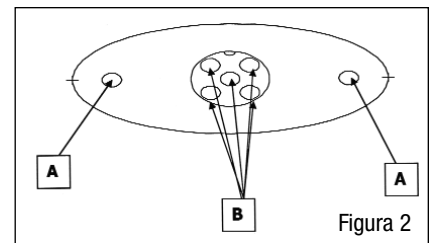

Figura 2
**Nota:** Algunos juegos de depuradores de aire incluyen un adaptador de ventilación del cárter que se instala en la parte inferior del depurador de aire, en la hendidura que se muestra en la Figura 2 (Adaptador de ventilación del cárter, parte No. 1205). Otros juegos podrían no ser compatibles.
1. Si desea usar la conexión de manguera para ventilación del cárter, taladre dos orificios de 1/4 de pulgada (0,64 CM) para pernos (A) en la hendidura que está en la parte posterior de la base del depurador de aire, y después taladre varios orificios de 1/4 de pulgada (0,64 CM) (B) en la ventana más grande con hendidura, para que respire la conexión (vea la Figura 2). Fije la conexión a la base con tuercas, pernos y arandelas de 1/4 de pulgada (0,64 CM). Asegúrese de desbarbar los orificios que taladre.